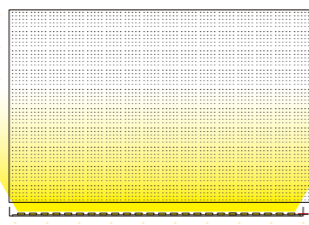

図2 グリッド状の模様が見える場合があります。
- ・加工の性質上、グリッド状の模様が見える場合があります。(図2)